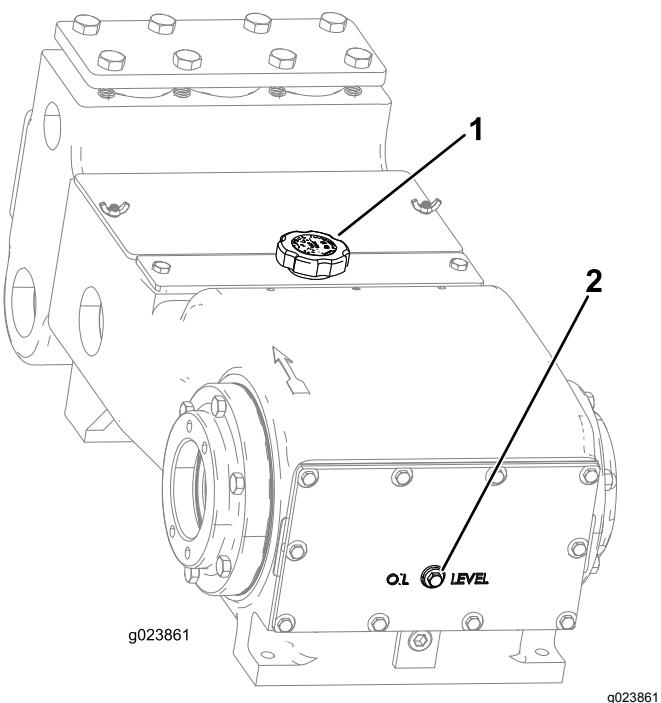

Figura 124
2. Retire el tapón de nivel de aceite del cárter (Figura 124).
3. Asegúrese de que el nivel de aceite llega a la línea de llenado de aceite (Figura 124).
8. Retire el tapón de llenado de aceite (Figura 125) y añada aproximadamente 1.8 litros (1.9 cuartos de galón US) de aceite, o hasta que el aceite llegue al nivel del tapón de nivel de aceite, según se muestra en Figura 124.